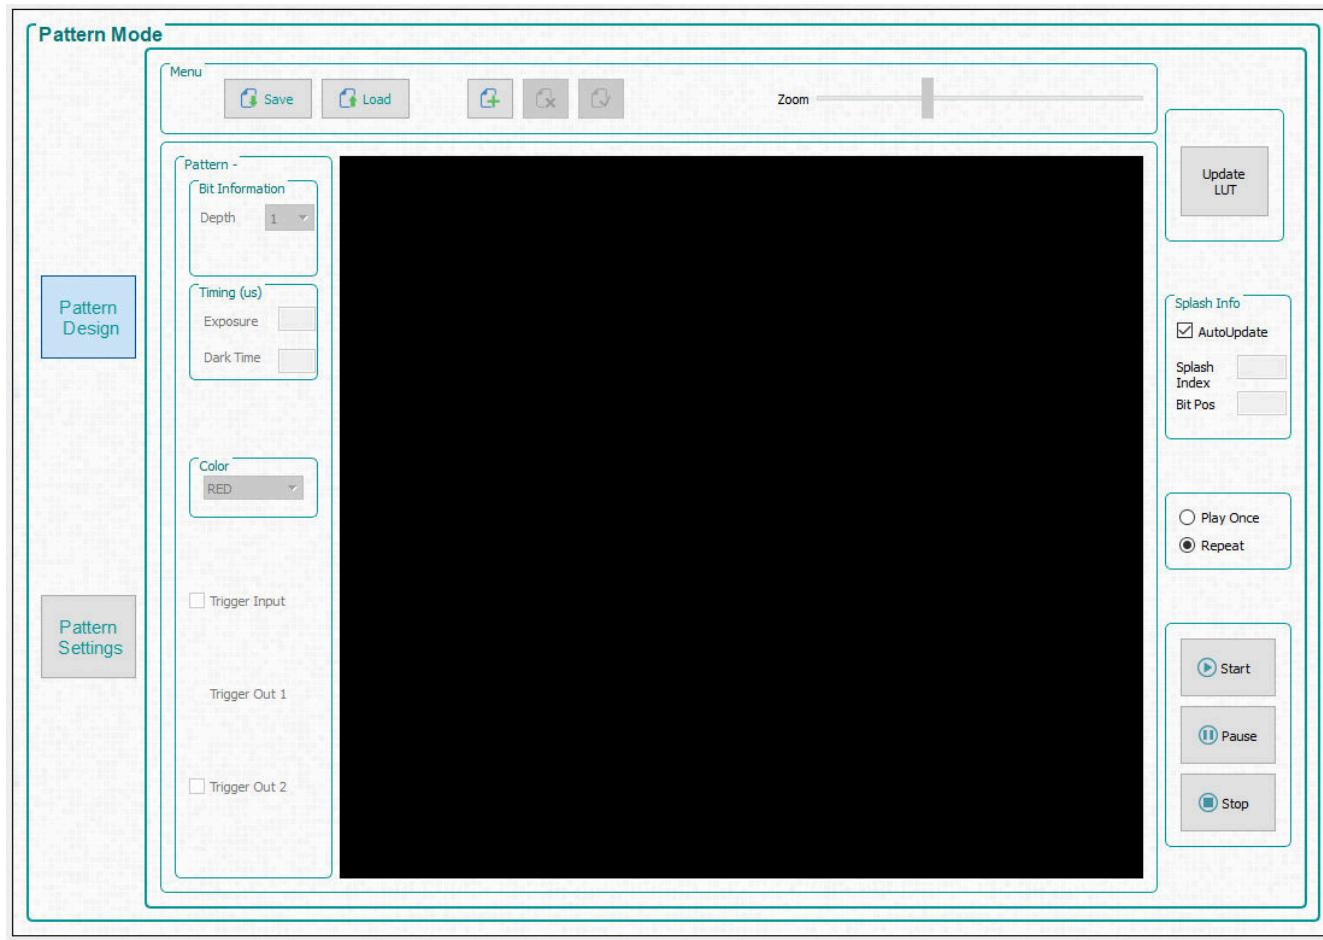

图 2-1. 图案模式面板
1. 从 Operating Mode 编组框中选择 Pattern On-The-Fly Mode，然后点击 Pattern Design 按钮，这时会如 图 2-1 所示显示面板。